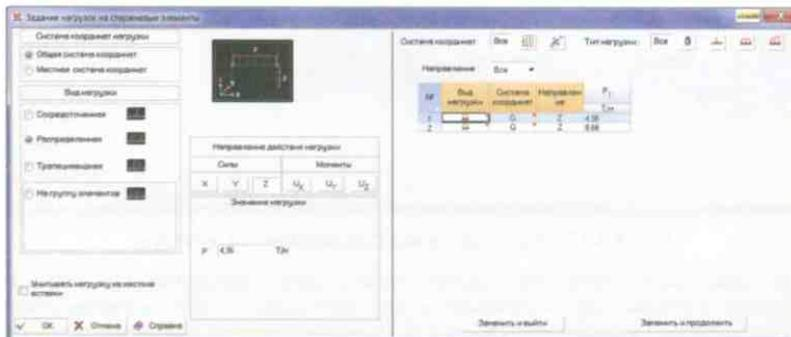

Рис. 4.4-13. Диалоговое окно
- нажать кнопку задания нагрузок на стержневые элементы  и задать в открывшемся (рис. 4.4-13) диалоговом окне **Задание нагрузок на стержневые элементы** вид, направление и значение первой нагрузки;